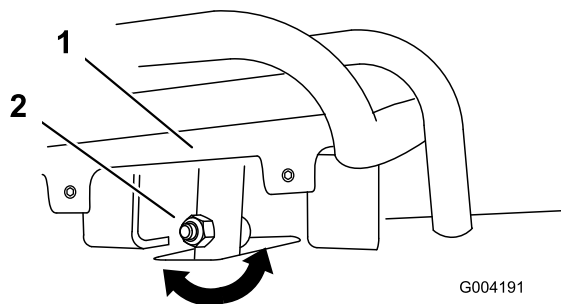
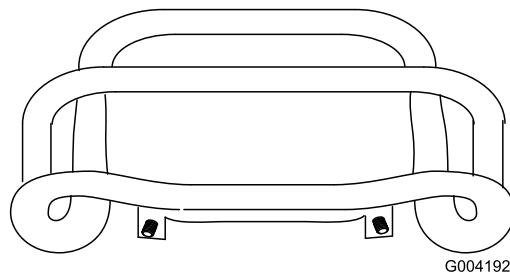

Figura 49
Figura 50
4. Si la parte delantera del control de tracción no queda enrasada con y paralela a la barra de referencia, afloje la tuerca con arandela prensada y el perno del tubo del control de tracción (Figura 49).
5. Ajuste el control de tracción hasta que quede enrasado con la barra de referencia al tirar del mismo hacia atrás del todo (Figura 49 y Figura 50).